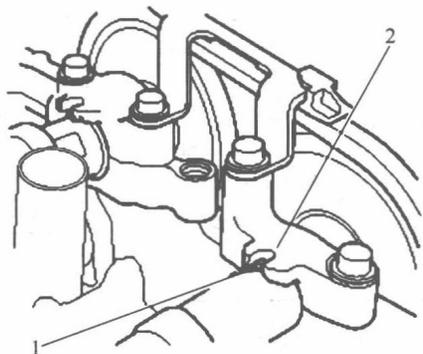

图 1-1-19
③ 确保凸轮轴保养孔 1 与凸轮轴上支架凹槽 2 对齐，如图 1-1-19 所示。